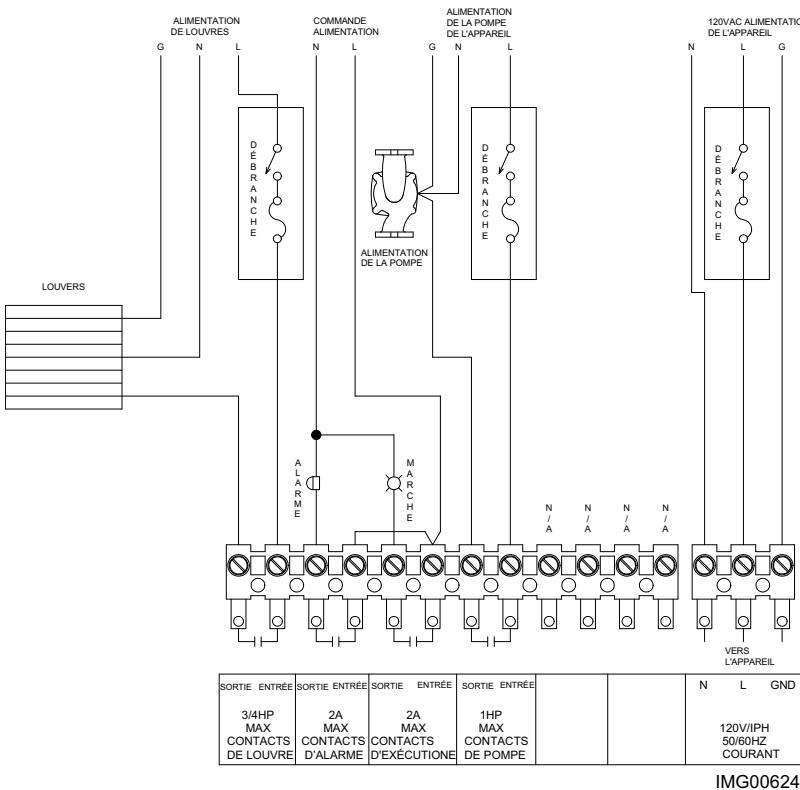

Figure 5-1_Connexions du câblage de tension secteur
1. Brancher un câble de 120 V a.c. au bornier du secteur dans la boîte de raccordement, comme illustré à la FIG. 5-1.
2. Fournir et installer un commutateur à fusible ou de service (15 Amp recommandé) comme l'exige le code (voir FIG. 5-1).
3. Pour activer la pompe d'un circuit, câbler comme indiqué à la FIG. 5-1. Si le moteur est supérieur à 1 HP, vous devez installer un contacteur.